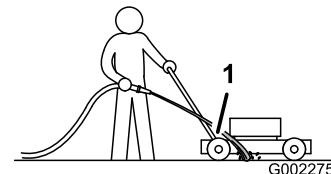

Bild 20
3. Halten Sie den Wasserschlauch auf Holmhöhe und richten Sie den Wasserstrahl unmittelbar vor dem rechten Hinterrad auf den Boden (Bild 20).